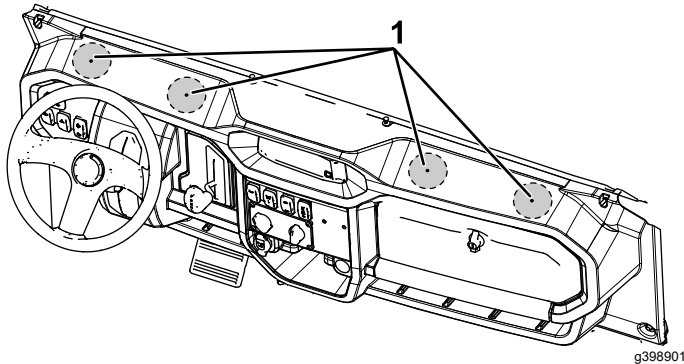

Bild 11
1. Suchen Sie die 4 Vorbohrvertiefungen auf der Oberseite des Dashboards (Bild 11) und bohren Sie 4 Löcher (76 mm) direkt über den Vorbohrungen.